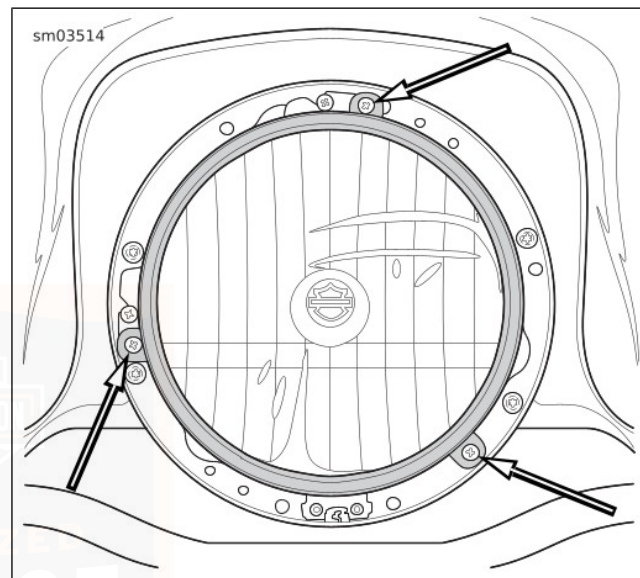

Figure 62. Vis de retenue de phare (typique)
2. Voir Figure 62. Retirer les vis d'attache de l'ensemble de phare.